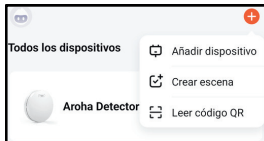
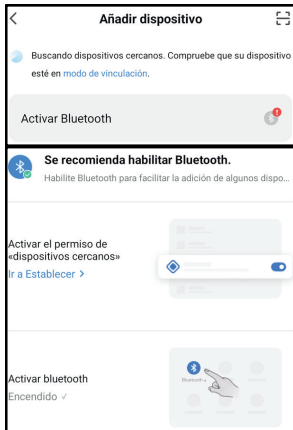

Figura 1: Agregar dispositivo en la aplicación
Figura 2: Activar Bluetooth en la aplicación
**Paso 5:** Haga clic en "+" en la esquina superior derecha de la pantalla de inicio de la aplicación. Luego elija "Agregar dispositivo", como se ve en la Figura 1. La aplicación ahora buscará automáticamente los dispositivos que estén en modo de emparejamiento. Siga los pasos descritos en la aplicación. Si la aplicación en sí aún no tiene permiso para usar Bluetooth, haga clic en la notificación y siga los pasos para permitir que la aplicación acceda a Bluetooth como se ve en la Figura 2.